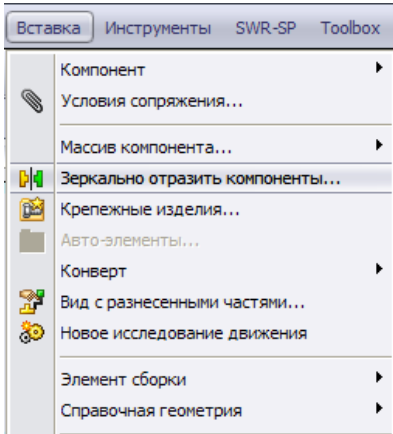

Рисунок 11.53 - Вклик меню
31. Розташуємо чотири гвинти в кришці на вихідному кінці східчастого вала, для чого звернемося до меню «**Вставка | Зеркально отразить компоненты...**» (рис. 11.53).